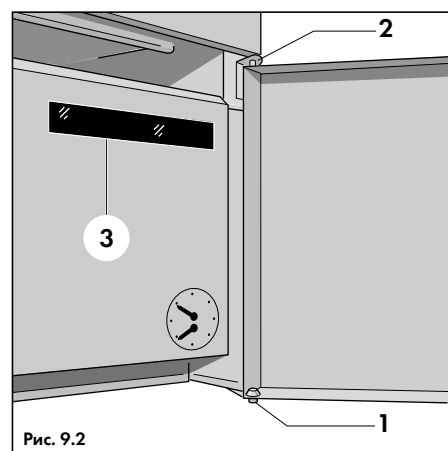

Рис. 9.2
Нижняя открывающаяся панель облицовки аппарата насаживается на нижний шарнирный штифт (1, рис. 9.2), после чего необходимо нажать на верхний шарнирный штифт (2, рис. 9.2) так, чтобы он также вошел в нижнюю панель.
- Выкрутить винты нижнего шарнирного штифта (1, рис. 9.2) и установить его на левой боковой стенке;
- Повернуть верхний шарнирный штифт (2, рис. 9.2) на 90°, а затем снять его и установить на левой стороне облицовки;
- Закрепить нижнюю переднюю панель аппарата, насадив ее на нижний шарнирный штифт (1, рис. 9.2), а верхний шарнирный штифт (2, рис. 9.2) отогнуть вверх так, чтобы он также вошел в нижнюю панель.
Указание: Инструкцию по эксплуатации следует хранить в специальном кармашке, который находится спереди на панели управления (3, рис. 9.2).